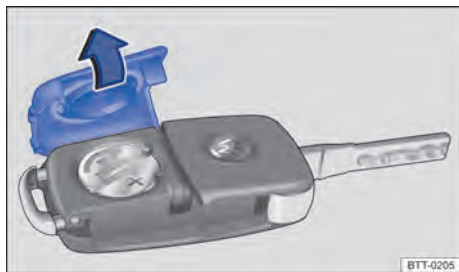

Fig. 16 Chave do veículo com comando remoto: abrir a tampa do alojamento da bateria.
A bateria encontra-se no lado posterior da chave do veículo com comando remoto, sob uma cobertura → Fig. 16.
- Retirar a cobertura no lado posterior da chave → Fig. 16 no sentido da seta → ⓘ.
- Posicionar a cobertura conforme indicado → Fig. 16 e pressionar no sentido contrário ao da seta sobre a carcaça da chave do veículo até encaixar.